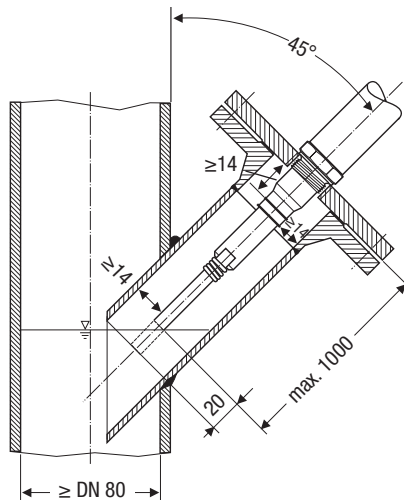

Fig. 16 Schrägeinbau z.B. in steigende Vorlaufleitungen von Heißwasseranlagen oder Behältern
- Der Neigungswinkel der Elektrode darf maximal 45° betragen, die Länge des Elektrodenstabs ist dabei auf 1000mm begrenzt. **Fig. 16, 20**